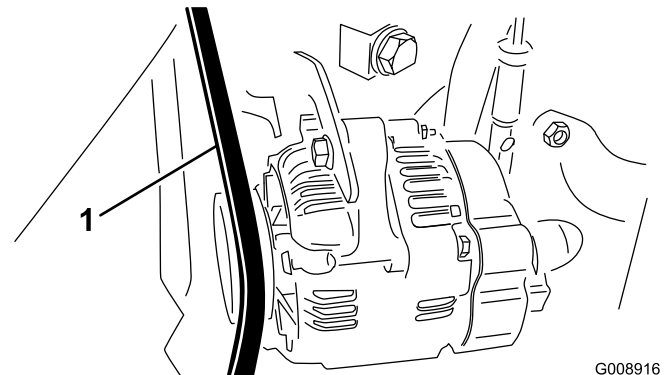

Figura 69
2. Compruebe la tensión flexionando la correa del alternador/ventilador en el punto intermedio entre las poleas del alternador y del cigüeñal con una fuerza de 30 N-m (Figura 69).